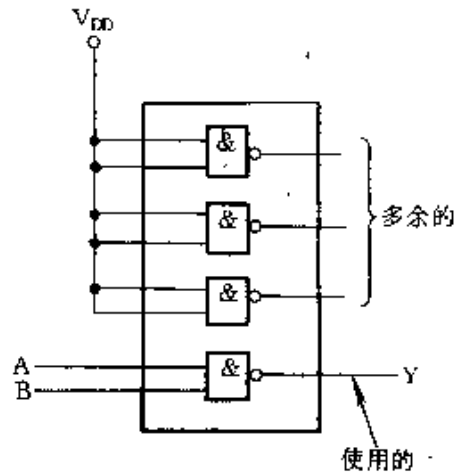
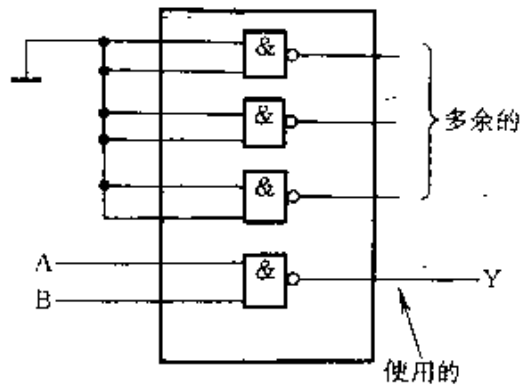

图 3-45
图 3-46
② CMOS 数字电路往往在一个集成块中包含有若干个互相独立的门电路或触发器。对于一个集成块中多余不用的门电路或触发器,应将其所有输入端接到系统的正电源 V_{DD} , 见图 3-45。也可以将一个集成块中多余不用的门电路或触发器的所有输入端接地,见图 3-46。